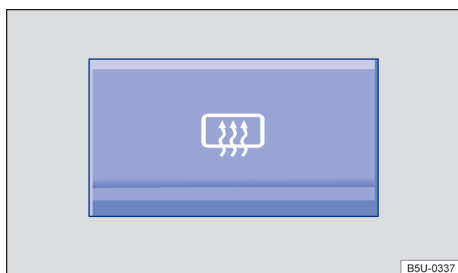

Fig. 95 No console central: botão do desembaçador do vidro traseiro (não disponível para algumas versões).
- Pressionar o botão → Fig. 95 para ligar o desembaçador do vidro traseiro (não disponível para algumas versões).